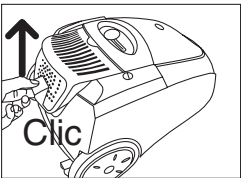

Fig. 7
- El filtro de salida de aire (7) deberá limpiarlo también 1 ó 2 veces al año, para ello abra la tapa del filtro de salida de aire (7) presionando en la parte superior del pulsador de apertura de la tapa (8) hasta que oiga clic (fig. 7) y extraiga el filtro. Sacúdalo bien o lávelo si está muy sucio, dejándolo secar totalmente. **No utilice nunca el aspirador sin el filtro de salida del aire.**